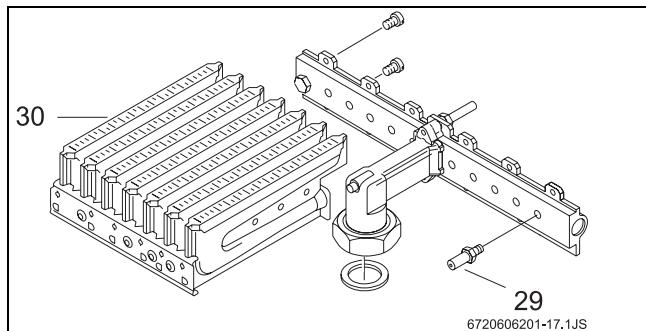

Fig. 17
- ▶ Smontare entrambe le rampe degli ugelli (→Fig. 17, pos. 30) e sostituire gli ugelli (→Fig. 17, pos. 29).